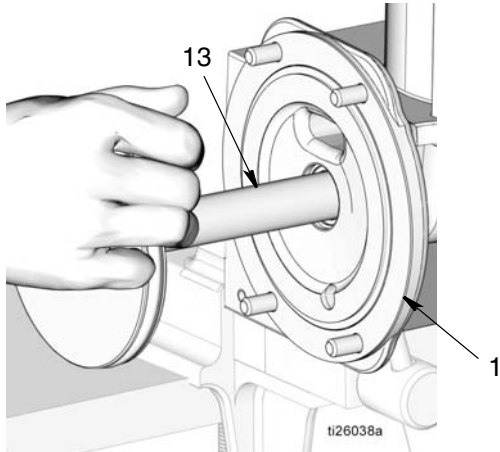

图 50
- f. 在活塞杆 (13) 的周围和沿着整个长度涂抹薄薄一层滑脂。使用推的动作将活塞杆轻轻推入泵底座 (1)，转动使杆穿过先前安装的密封和垫片 (图 50)。